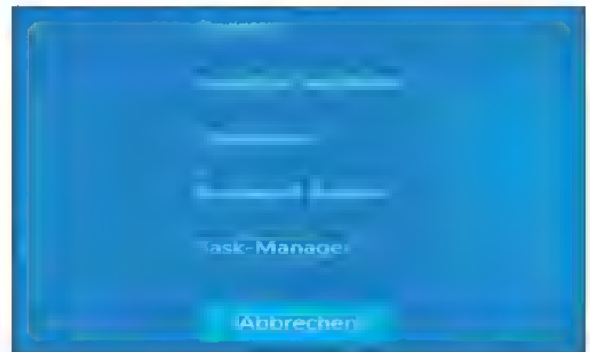

Bild 4: Menü nach Tastenkombination Strg-Alt-Entf
6. Nach dem Anmelden kann durch die Tastenkombination Ctrl-Alt-Entf das Menü (Bild 4) aufgerufen werden. Welche Möglichkeiten sind dadurch gegeben?